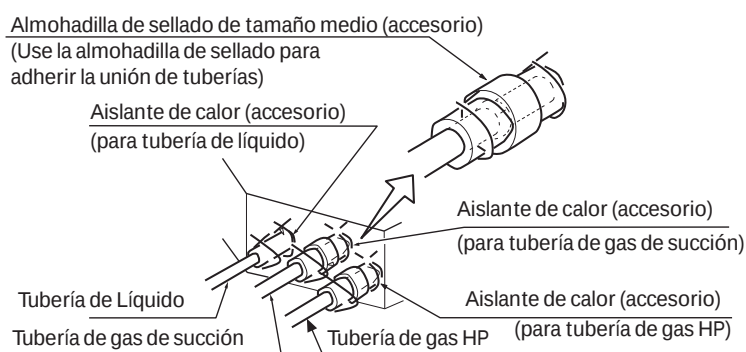

Fig. 8
- Controle que no haya pérdidas de gas en las tuberías de conexión y luego instale el aislante de tuberías, como se muestra en la Fig. 8.